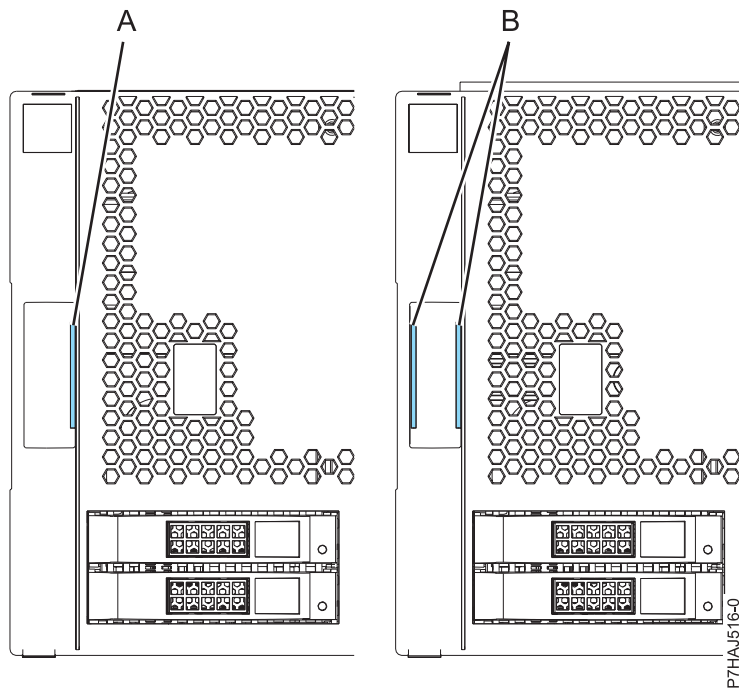

Figure 15. Identification des capots anciens et nouveaux
**Remarque :** Les anciens capots (expédiés avant le 1er mars 2011) sont reconnaissables à la bande bleue unique (A) située sur les taquets du capot. Les nouveaux capots (livrés après le 1er mars 2011) possèdent deux bandes bleues (B). Voir figure 15, à la page 37.